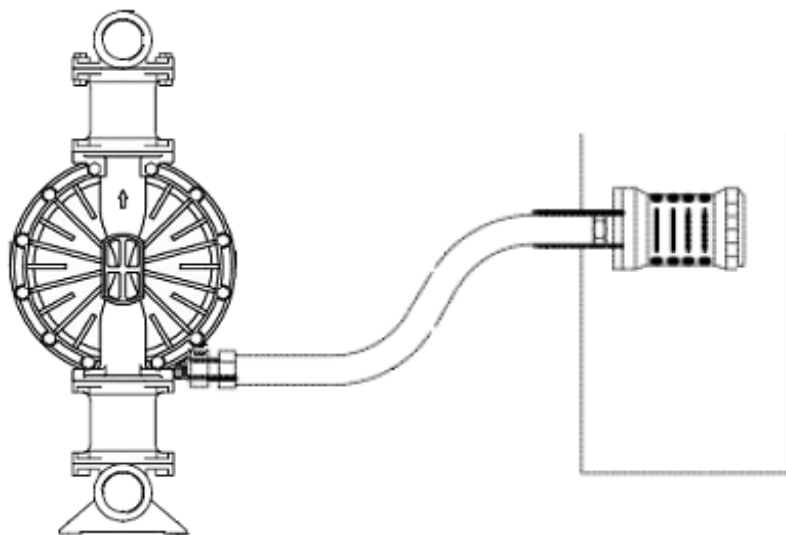

Рисунок 4. Отвод отработанного воздуха.
4. Вкрутите глушитель шума в отверстие для отвода сжатого воздуха в корпусе насоса. При необходимости отвода отработанного воздуха в другое помещение, глушитель ставить не нужно, а вместо него присоединить шланг требуемой длины. Затем протянуть шланг в нужное помещение и присоединить к нему глушитель. Минимальный диаметр для вытяжного шланга - 3/4". Если шланг длиннее, чем 4,5 метра, то необходимо использовать шланг большего диаметра. Избегайте острых сгибов или перегибов в шланге (рис. 4).